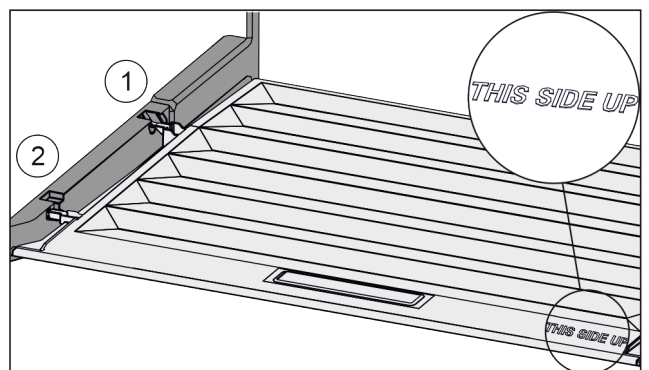

Fig. 52
- ▶ Introduceți nervura capacului prin orificiul suportului posterior *Fig. 52 (1)* și înclicetați-l în față în suport *Fig. 52 (2)*.